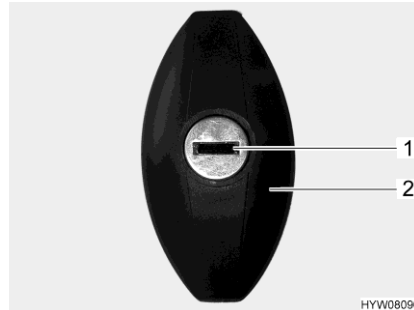

Fig. 37 Cerradura de la trampilla
- Introducir la llave en el cilindro de cierre (Fig. 37,1) y girarla media vuelta en sentido contrario a las agujas del reloj. El asidero de la cerradura (Fig. 37,2) se abre de golpe.